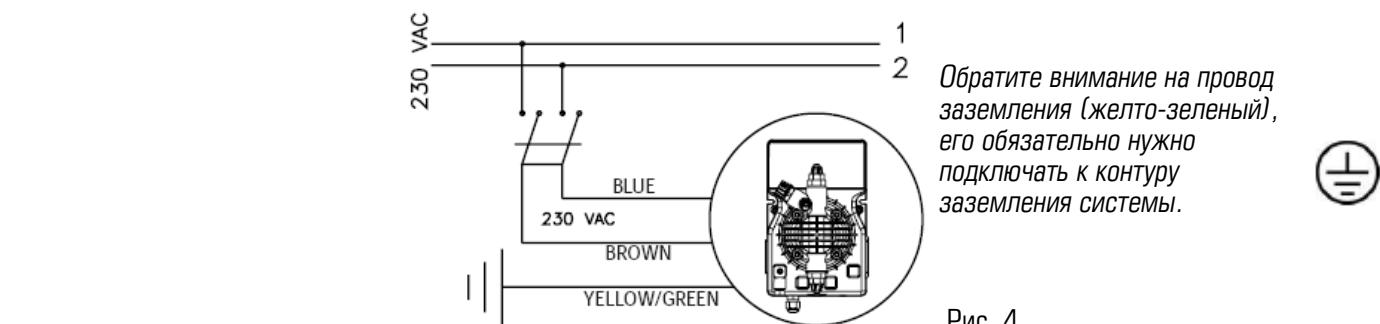

Рис. 4
-  1. Отсоединить вилку кабеля электропитания от сетевой розетки 220V или отключить питание двухполюсным выключателем с минимальным расстоянием между контактами 3 мм (Рис. 4)
1. Отсоединить пины от сетевой розетки или отключить питание двухполюсным выключателем с минимальным расстоянием между контактами 3 мм (Рис. 4)
b. – Перед началом установки ознакомьтесь с правилами электрических подключений в вашем регионе. (Рис. 4)